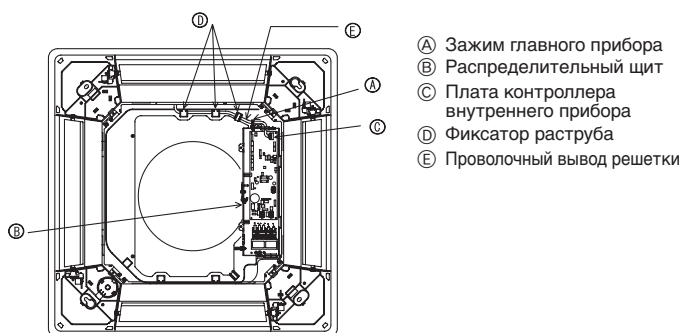

Fig. 9-8
9.4.4. Соединение проводов (Fig. 9-8)